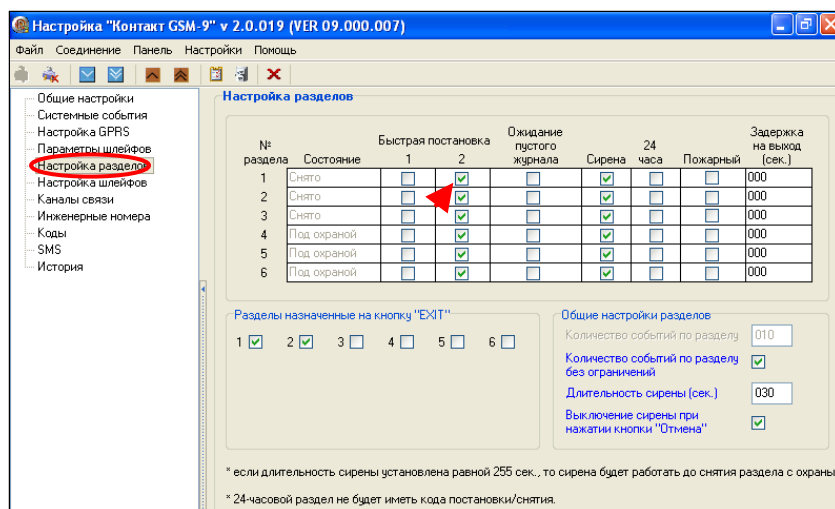

Рис.5.12. Вариант №2 быстрой постановки под охрану: раздел ставится под охрану и задержка на выход не включается, даже если шлейф нарушен.
**Вариант №2** (рис.5.12) быстрой постановки под охрану: раздел ставится под охрану, а задержка на выход не включается, если шлейф нарушен.